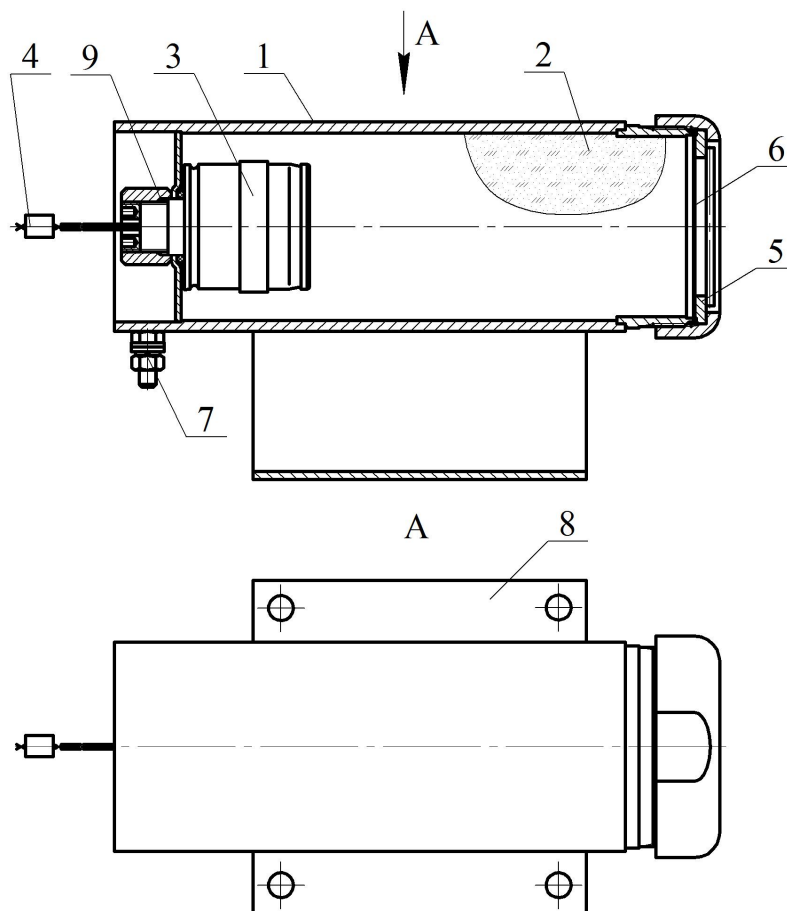

Рисунок 1
4.1.1 МПП (см. рисунок 1) состоит из корпуса **1**, в котором размещаются огнетушащий порошок (ОП) **2** и источник холодного газа (ИХГ) **3** с элементом электропусковым **4**. В передней части корпуса находится насадок-распылитель **5**, выходное отверстие которого перекрыто мембраной **6**. Модуль имеет заземляющий зажим **7**.
- ИХГ-0,65(М)-01 СИАВ 066614.025.000 ТУ для МПП нормального исполнения, ИХГ-0,65(М)-02 СИАВ 066614.025.000 ТУ для МПП специального исполнения или ИХГ-0,65(М)-06 СИАВ 066614.025.000 ТУ для МПП в широком температурном диапазоне эксплуатации (поз. 3 рисунок 1) – 1 шт.;
- резиновое кольцо 020-026-36 ГОСТ 9833-73 (поз. 9 рисунок 1) – 1 шт.;
- огнетушащий порошок ИСТО-1 ТУ 2149-001-54572789-00 (поз. 2 рисунок 1) - 0,5 кг;
- мембрана черт. СИАВ 634233.007.005 (поз. 6 рисунок 1) - 1 шт.